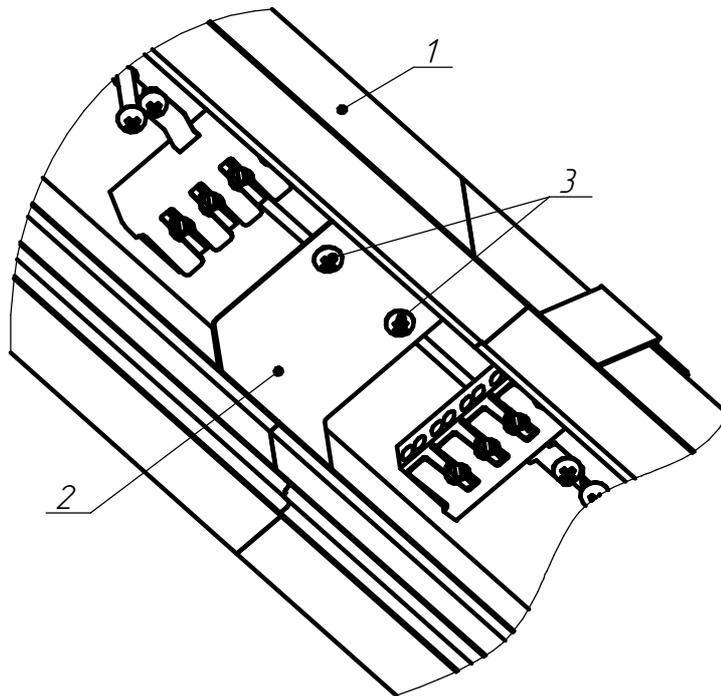

Рисунок 6 - Схема установки светильников в линию
5.3.4 Аналогичным образом установить следующий в линии светильник, соединив его предыдущим при помощи Скоба соединительная ДВО02, и зафиксировать ее при помощи винтов-саморезов (см. рисунок 6).